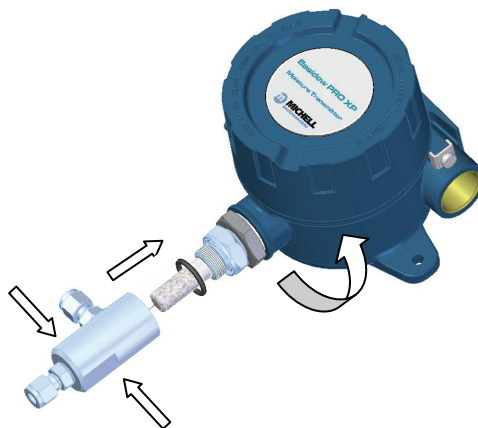

Abbildung 8 Transmitter-Einbau - Probenblock
2. Achten Sie darauf, dass der O-Ring (siehe Abb. 8) sich korrekt innerhalb der Nut des Prozessanschlusses befindet und dass die offen liegenden Oberflächen nicht verunreinigt oder verschmutzt sind.